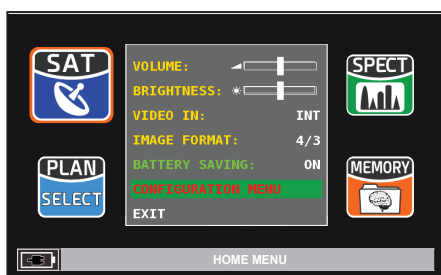

FIG. 1*
- Appuyez sur «VOLUME» et sélectionnez «CONFIGURATION MENU» (Fig.1);